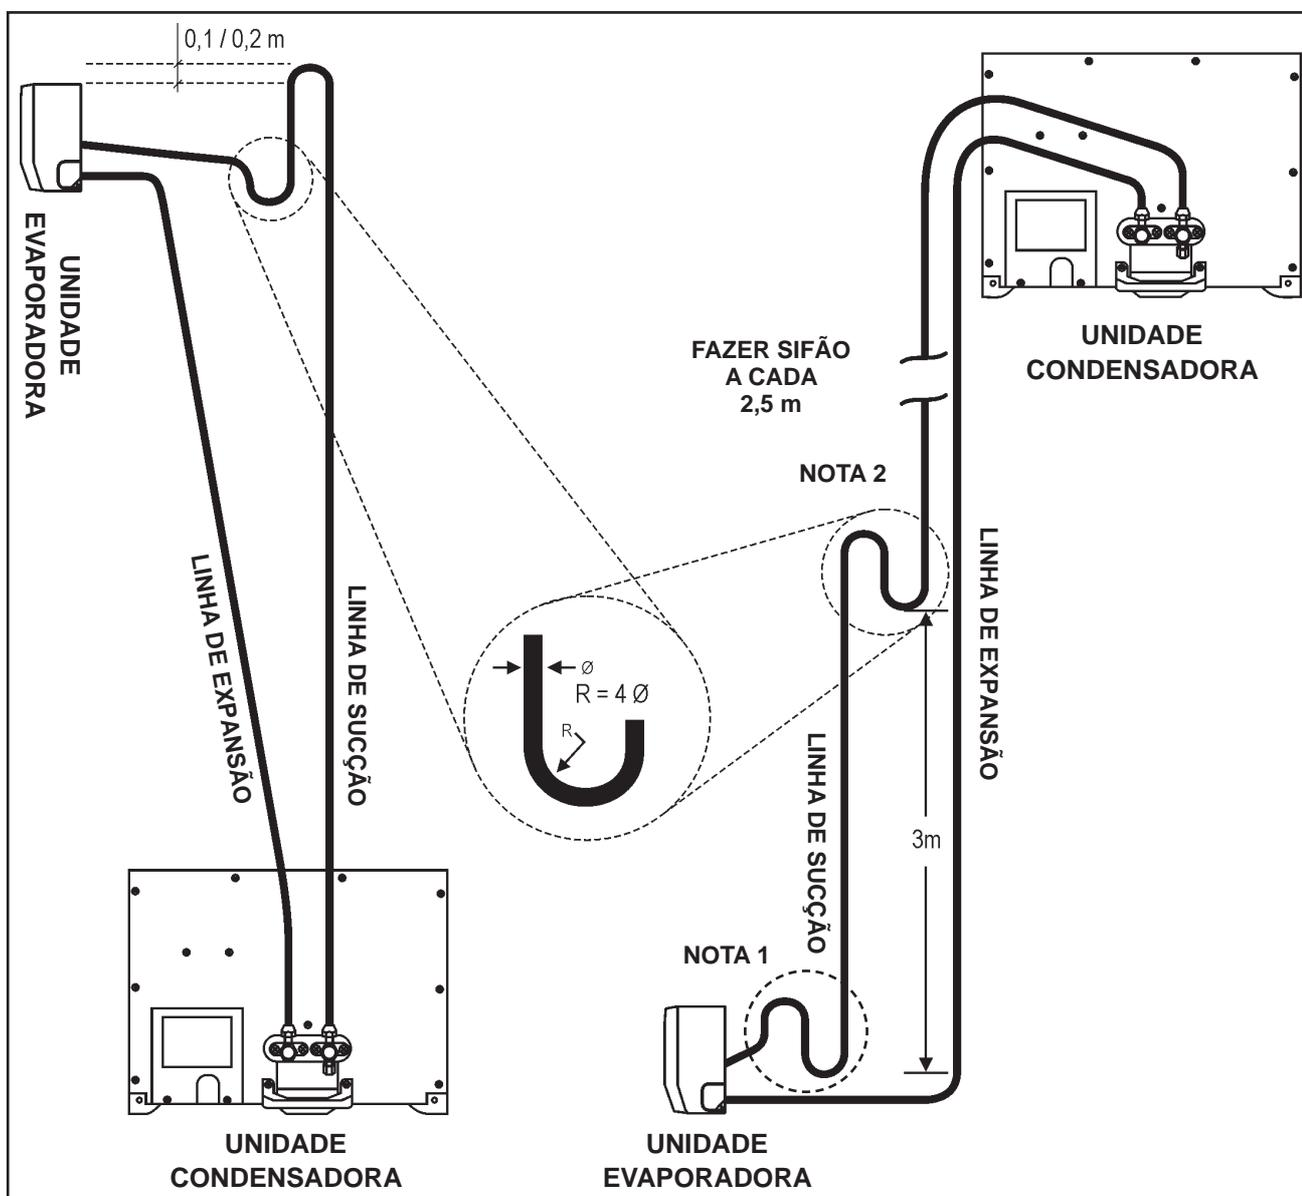

FIGURA 21 - SIFÃO NAS LINHAS DE SUÇÃO
- 4° Inclinær as linhas horizontais de sucção no sentido do fluxo. (Figura 21)
- 6° O procedimento de vácuo deve ser especialmente bem feito; definir a carga de refrigerante através da medição do superaquecimento (ver sub-item 6.8).
- No caso de haver desnível entre 4 e 5 metros entre as unidades e estando a evaporadora em nível inferior, deve ser instalado na tubulação de sucção um sifão para cada 3 metros de desnível (ver figura 21).
Convém também informar que deverá haver uma pequena inclinação na tubulação de sucção no sentido evaporadora-condensadora (ver Figura 21).